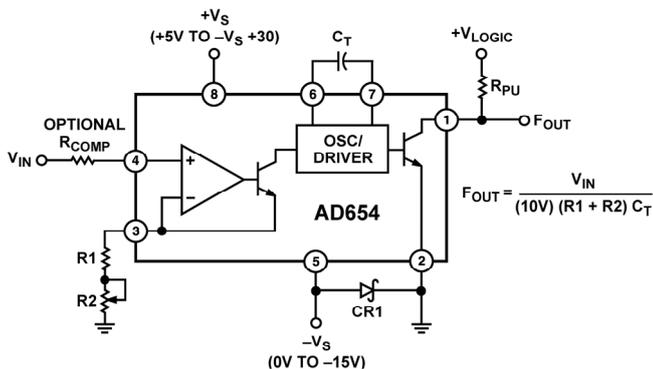
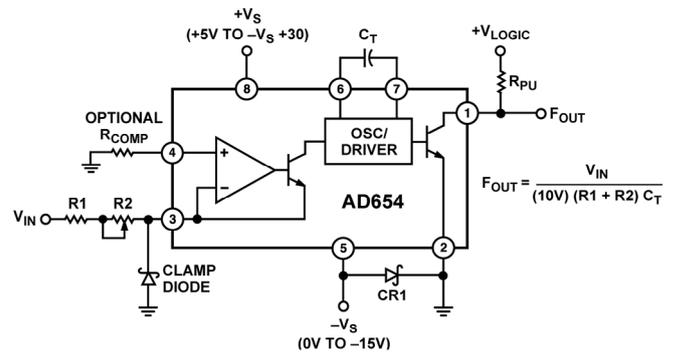
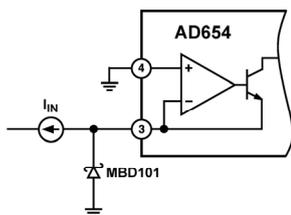

図 1. 正の入力電圧に対する標準的な V-F 接続
図 2. 負入力電圧または電流に対する V/F 接続
図 5. 入力の保護
図 1 に AD654 の機能ブロック図を示します。多機能のオペアンプが入力ステージとして機能します。このステージの機能は、入力電圧信号を変換およびスケールして NPN フォロアへ電流を出力することです。最適性能は、フルスケール入力電圧で 1 mA の駆動電流を電流/周波数コンバータ (安定なマルチバイブレータ) に供給するときに実現されます。この駆動電流は、バイアス・レベルと外付けタイミング・コンデンサに対する充電電流を提供します。この“適応型”バイアス方式により、100 nA~2 mA の全電流入力範囲で発振器の非直線性を小さくすることができます。方形波発振器出力は出力ドライバに入力されます。このドライバは NPN パワー・トランジスタのフローティング・ベースを駆動します。このフローティング駆動の採用により、ロジック・インターフェースは  $-V_S$  以外のレベルを基準とすることができます。
図 1 の接続方式では、入力アンプは入力電圧に対して非常に高い (250 MΩ) インピーダンスを示します。この入力電圧は、ピン 3 のスケール抵抗で適切な駆動電流に変換されます。抵抗  $R_1$  と抵抗  $R_2$  は AD654 の 10% FS 誤差と部品の偏差に対応できる十分な調整範囲を持って 1 mA フルスケール電流を提供するように選択されます。1 mA 以外のフルスケール電流を選択することができますが、直線性が低下します。2 mA が最大許容駆動電流です。AD654 の正入力電圧範囲は、 $-V_S$  (シンク電源動作ではグラウンド) から正電源より 4V 下までです。電源除去比は入力が  $(+V_S - 3.75 \text{ V})$  を超えると低下し、 $(+V_S - 3.5 \text{ V})$  で出力周波数がゼロになります。
図 1 のスケールングの関係式で示すように、0.01  $\mu\text{F}$  のタイミング・コンデンサで 10 kHz のフルスケール周波数になり、0.001  $\mu\text{F}$  で 100 kHz になり、1 mA の駆動電流になります。V/F 直線性を良くするためには、低誘電吸収 (DA) のコンデンサを使い、温度に対して安定な動作には小さい温度係数を持つ部品が必要です。ポリスチレン、ポリプロピレン、または Teflon\* コンデンサの使用が温度係数と誘電吸収の点から推奨されます。他のタイプでは直線性が低下します。コンデンサは、AD654 のごく近くに接続する必要があります。図 1 では、ショットキー・ダイオード CR1 (MBD101) により、ロジック・コモンが  $-V_S$  より 500 mV 以上下回るのを防止しています。 $-V_S$  がロジック・コモンに一致する場合には、このダイオードは不要です。
AD654 では、図 2 に示すようにスケール抵抗を適切に選択して広範囲な負入力電圧に対応することができます。この接続は、バッファ付き正接続とは異なり、ハイ・インピーダンスではありません。これは信号源から 1 mA の FS 駆動電流を供給する必要があります。ただし、スケール抵抗を適切に変更すると、電源を超える大きな負電圧を容易に処理することができます。入力が真の電流源である場合には、 $R_1$  と  $R_2$  は不要です。この場合も、ロジック・コモンが  $-V_S$  を 500 mV 以上下回らないようにすることにより、ダイオード CR1 がラッチアップを防止します。クランプ・ダイオード (MBD101) は、AD654 入力が  $-V_S$  以下の入力にならないように保護しています。
AD654 は、加算ハードウェアを最小にするようにデザインされていますが、高精度 IC のアプリケーションでは、落とし穴を理解して、適切な注意を払う必要があります。このため、 $+V_{IN}$  ピンと  $R_T$  ピンを  $-V_S$  より 300 mV 以上下回るように駆動しないことが必要です。同様に、ロジック・コモンを  $-V_S$  より 500 mV 以上下回るようにしないことが必要です。そうしないと、内部ジャンクションが導通して、IC が壊れることがあります。ロジック・コモンを保護する図 1 と図 2 に示すダイオードの他に、2 つ目のショットキー・ダイオード (MBD101) で AD654 の入力  $-V_S$  以下の入力になるのを保護することができます (図 5)。また、 $+V_{IN}$  と  $R_T$  を  $+V_S$  より高く駆動しないことも必要です。動作中に、コンバータは  $(+V_S - 3.5 V)$  を超える入力に対してゼロ出力になります。